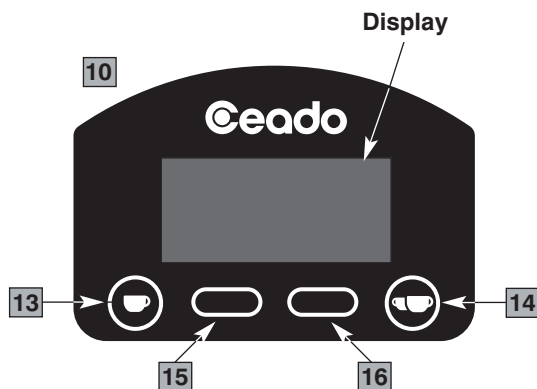
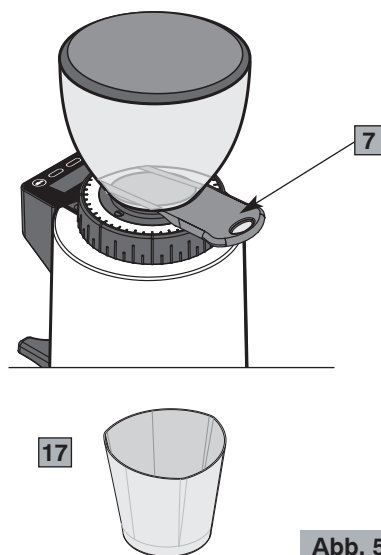

Abb. 4
Abb. 5
Hauptkomponenten (Abb. 1, Abb. 2, Abb. 3, Abb. 4, Abb. 5)
6. Sich vergewissern, dass der Kaffeebohnenbehälter korrekt aufsitzt und der Kaffeebohnenbehälterverschluss (7 Abb. 5) vollständig bis zum Anschlag offen ist.
4 Zum Mahlen der für eine Einzelportion notwendige Kaffeemenge, die Taste  (13 Abb. 4)
drücken oder die Taste  (14 Abb. 4) für eine Doppelportion.
(13, 14 Abb. 4) gedrückt werden, um zum manuellen Betriebsbildschirm zu wechseln.
**ANMERKUNG!** Es wird daher empfohlen, kleinere Kaffeemengen zu mahlen und bei jedem Einstellversuch abzuwarten, dass sich die Mahlscheiben vorher entleeren, indem jedes Mahl der Verschluss (7 Abb. 5) geöffnet und geschlossen wird.
(15 Abb. 4) am Hauptbildschirm aufrufen werden (wenn am "Time"-Bildschirm nichts gedrückt wird, kehrt man nach drei Sekunden auf den Hauptbildschirm zurück).
Zum Programmieren der Einzelportion, die Taste  (13 Abb. 4), und für die Doppelportion, die Taste  (14 Abb. 4) drücken.
Bei der Werkseinstellung (**Impulsmodalität ON**) wirft das Gerät Kaffee aus, indem ganz einfach die Starttaste  (13 Abb. 4) für die Einzelportion und  (14 Abb. 4) für die Doppelportion gedrückt wird.
Wenn während des Auswurfs einer Portion diese Taste neuerlich gedrückt wird, stoppt der Motor, das System hält an und auf dem Display wird die verbleibende Zeit bis zur Beendigung der Portion angezeigt. Nun muss zum Beenden der Portion einfach neuerlich die entsprechende Starttaste (13 oder 14 Abb. 4) gedrückt werden.
Zum **Wechsel der Funktion der Starttaste**, die Taste  (15 Abb. 4) am Hauptbildschirm zweimal drücken, um auf den Bildschirm der **Starttaste** zu gelangen (wenn nichts gedrückt wird kehrt man nach drei Sekunden auf den Hauptbildschirm zurück).